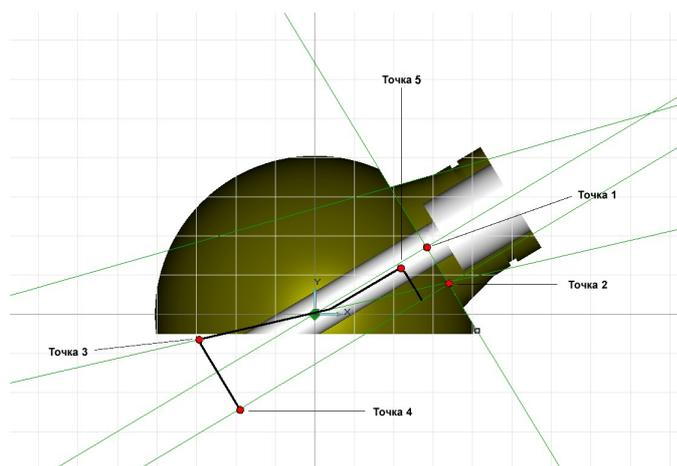
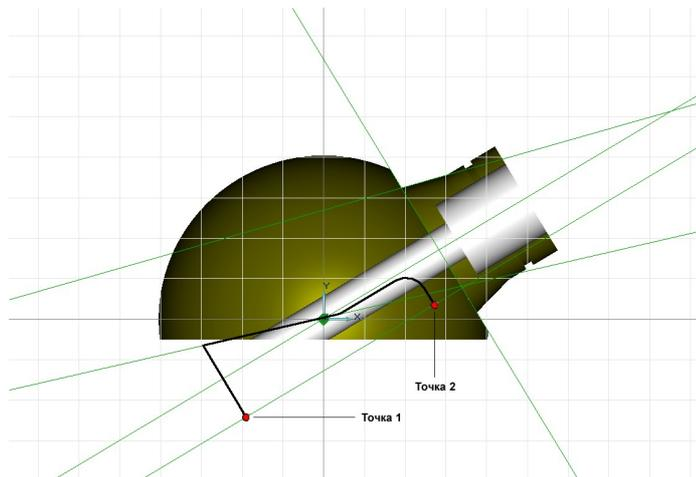

Рис. 2.13 Схема построения контура внутренней поверхности.
Рис. 2.14 Схема построения контура тела вращения.
1. Подведите курсор к точке пересечения вспомогательных линий и одновременно нажмите левую и среднюю кнопку мыши или клавишу «C» на клавиатуре. Курсор притянется к точке 1 (рис.2.13).
3. Притянитесь курсором к точке 2 (см. рис. 2.13) и нажмите клавишу «1» на цифровой клавиатуре (влево-вниз).
6. Сместите курсор влево-вверх вдоль линейки на 10 мм (см. рис. 2.13, точка 5) и нажмите левую кнопку мыши или клавишу «Пробел».
9. Подведите курсор к произвольному месту на только что построенной вспомогательной прямой снизу от детали (см. рис. 2.13, точка 3).
11. Переместите курсор вниз к осевой линии тела вращения и одновременно нажмите правую и среднюю кнопку мыши. Курсор притянется к осевой линии (см. рис.2.13, точка 4) Нажмите левую кнопку мыши или клавишу «Пробел». Завершите построение ломаной прямой, нажав «Esc».
14. Укажите точку 5 (см. рис. 2.13). Будет построено скругление радиусом 5 мм (рис.2.14).
4. На запрос системы «Точка оси» притянитесь курсором к точке 1 (см. рис. 2.14) и нажмите левую кнопку мыши; притянитесь курсором к точке 2 (см. рис. 2.14) и нажмите левую кнопку мыши. Будет построено тело вращения (рис. 2. 15).